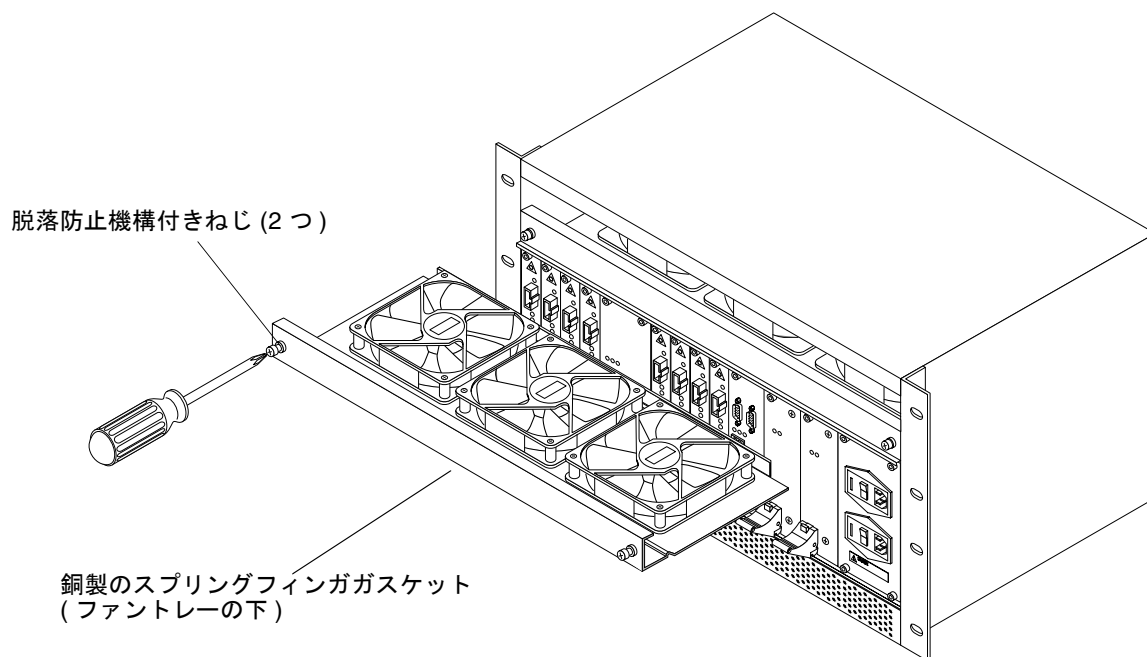

図 4-5 ファントレーの交換
2. ファントレーの片側の脱落防止機構付きねじを緩めます (図 4-5)。
2. トレーの両側がスロットガイドの位置と合っていることを確認して、ファントレーをスロットに押し込みます (図 4-5)。
3. 脱落防止機構付きねじを締めます (図 4-5)。